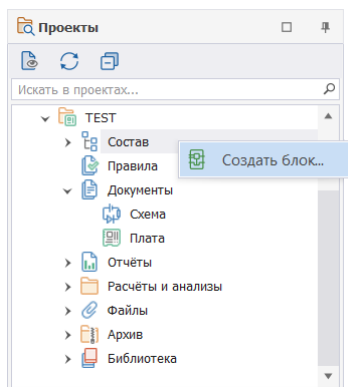

Рис. 26 Создание блока
1. Вызовите контекстное меню с узла «Состав» и выберите пункт «Создать блок...», Рис. 26.